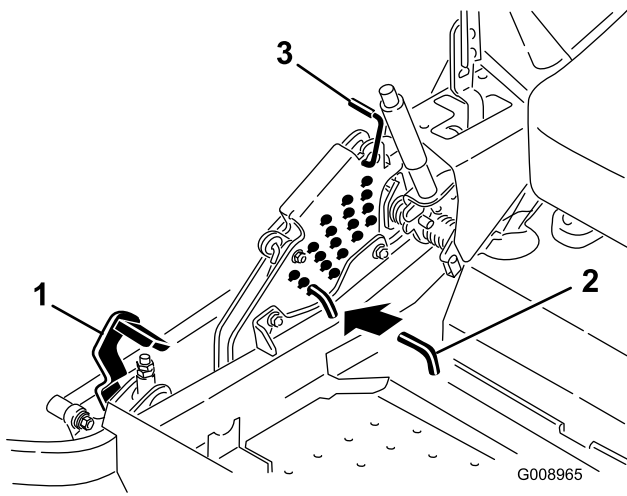

Figure 27
2. Appuyez sur la pédale de relevage du tablier avec le pied et relevez le tablier en position de transport (qui est aussi la position de hauteur de coupe de 140 mm [5,5 po]) (Figure 27).
3. Pour changer de hauteur de coupe, retirez la goupille fendue et l'axe de chape du support de hauteur de coupe (Figure 27).
4. Placez la goupille dans le trou du support correspondant à la hauteur de coupe voulue (Figure 27).